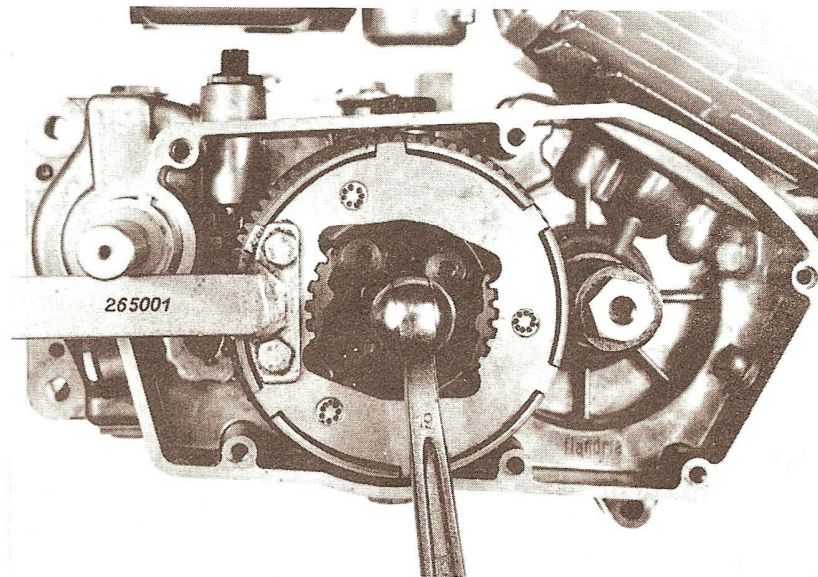

Fig. 5
- bloquer les porte-disques au moyen de la clef de blocage 265001 et dévisser l'écrou à l'aide d'une clef tubulaire de 19 mm (fig.5)